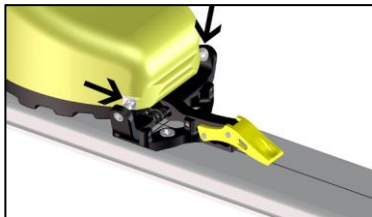
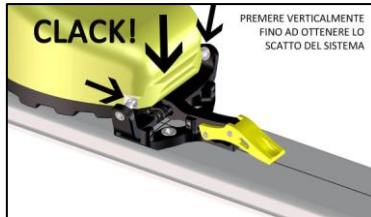
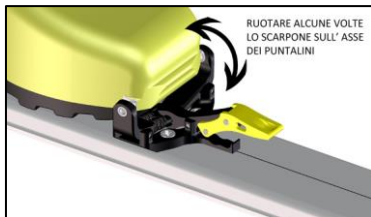

FIGURA 13
FIGURA 14
FIGURA 15
- Avvicinare la punta scarpa al puntale, portando le due sedi dell'inserto metallico anteriore dello scarpone in corrispondenza dei puntalini di aggancio dell'attacco (**FIGURA 13**). Da questa posizione, premere la punta scarpa verso il basso (verticalmente) generando lo scatto del sistema elastico che andrà a chiudersi sullo scarpone (**FIGURA 14/15**). Far oscillare poi alcune volte lo scarpone sull'asse dei puntalini, per verificare il corretto accoppiamento scarpone attacco, come mostrato in **FIGURA 15**.